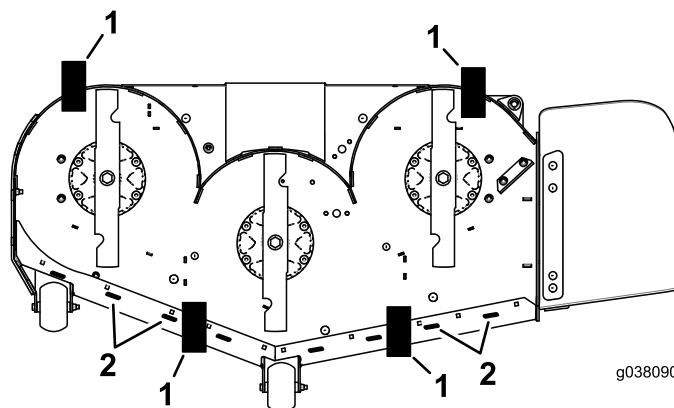

Figura 88
11. Amplasai 2 blocuri (consultați tabelul privind înălțimea blocului i cuitul pentru tuns) sub marginea din spate a punii de tăiere, câte unul pe fiecare parte a punii de tăiere (**Figura 88**).